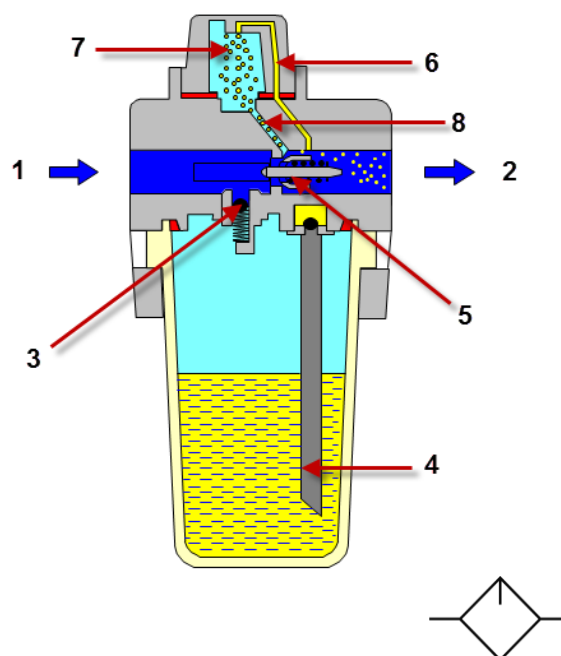

Fig. 18.
Le lubrificateur fonctionne de la manière suivante (Fig. 18) : l'air parcourt le lubrificateur de l'entrée (1) vers la sortie (2). Lorsque l'air passe dans le rétrécissement au clapet (5), la vitesse du flux d'air augmente et crée une chute de pression qui génère une aspiration (principe venturi). Celle-ci aspire l'huile de la cuve à travers le conduit (4) et le canal (6) et l'amène dans la chambre (7) où l'on peut contrôler le nombre de gouttes d'huile qui se mélangent à l'air. Les gouttes disparaissent dans le conduit (8) et sont nébulisées dans le flux d'air au clapet de réglage (5). On peut régler l'apport en huile à l'aide d'un pointeau de réglage.